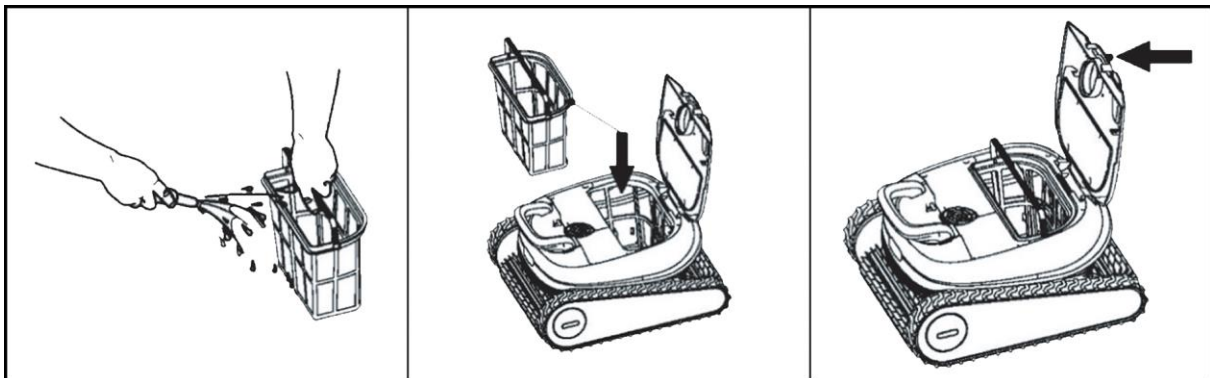

Abb. 6
- Bitte entfernen Sie den gesamten Schmutz und Wasser aus dem Inneren des Poolroboters (Abb. 6).